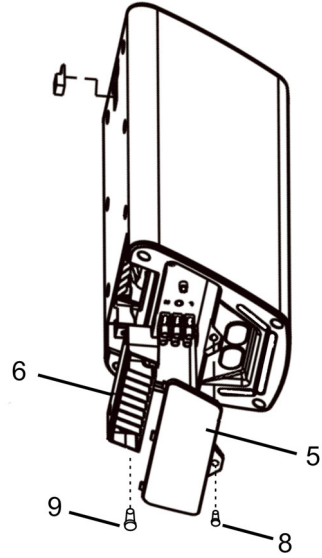
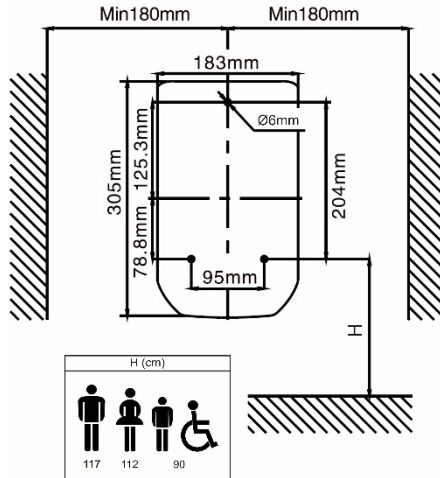
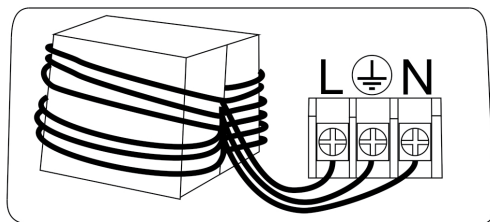

Fig. 2
Fig. 3
Fig. 5
- (Fig./Рис. 3) Убедитесь, что место установки соответствует указанным минимальным зазорам. Мы рекомендуем вам подобрать высоту, на которой вы устанавливаете устройство, в зависимости от того, должно ли оно быть установлено для использования мужчинами, женщинами, детьми и инвалидами.
- Как показано на Fig./Рис. 2, при помощи отвертки, открутите фиксирующий винт (9) на нижней части прибора, потяни вниз поддерживающую опору (6), просверлите 3 отверстия Ø6мм x 30мм глубиной согласно разметке на Fig./Рис.3.
- Если устройство установлено с кабелем, встроенным в стену, сначала удалите винт (8) (Fig./Рис. 2) с нижней крышки (5) и отсоедините оригинальный кабель от сушилки. Заведите кабель из стены в прибор и подключите питание согласно Fig./Рис. 5: L-фаза (коричневый), N-нейтраль (голубой) и земля (⊕) (желто-зеленый). После выполнения подключения можно закрыть нижнюю крышку (5).